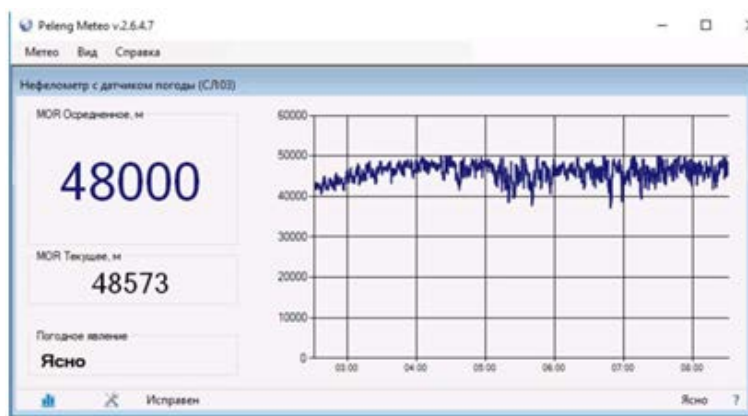

Рисунок 2.30
На рабочем поле программы (рисунок 2.30) отображается:
- Так же в строке состояния могут отображаться состояния, связанные с работой самой программы (например, отсутствие данных). В строке состояния (рисунок 2.30) выводится информация о текущем состоянии прибора ("Превышен интервал ожидания пакета" – при отсутствии подключения).